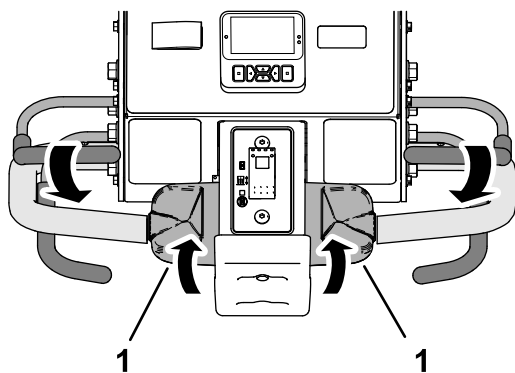

Bild 90
- Halten Sie den Schaltbügel am Lenker und drehen Sie den oberen Teil des Fahrertriebshebel langsam nach hinten (Bild 90).